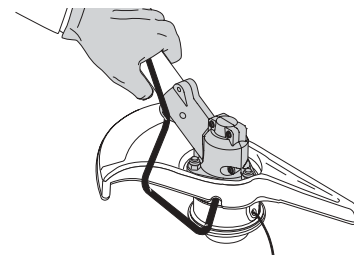

Figure 9
2. Maintenez la tige de blocage en place en la saisissant près du bras de l'appareil (Fig. 9).